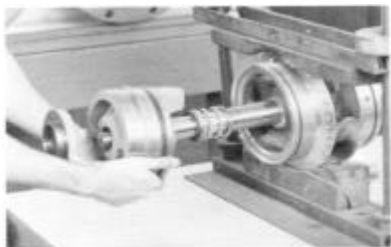

FIGURA 30 – REMOCION DE LA CAJA DE EMPAQUETADURA
4. Deslice ambas caja de empaquetadura (3-073-9) fuera del eje, retirando los anillos del deflector (3-136-9) al mismo tiempo. (Consulte la Figura 30).